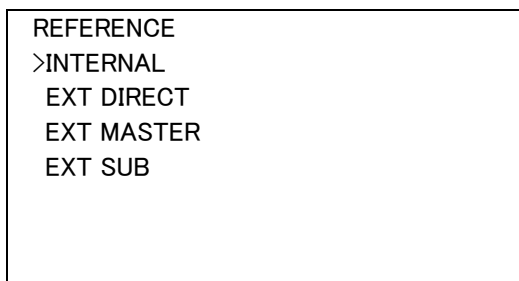

図4-20オンスクリーンメニュー(REFERENCE例)
- 1) メインメニューで「REFERENCE」を選択し、**ENTER** ボタンを押すと図 4-20 のような設定メニューが表示されます。